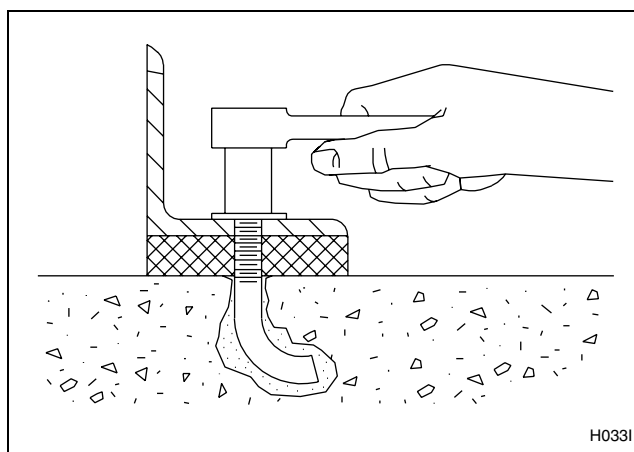

Figura 16
7. Si no desea aplicar lechada de cemento, coloque las arandelas y las tuercas de traba sobre los pernos en J y apriete las tuercas de traba con incrementos parejos, una después de la otra, hasta que todas estén apretadas de manera pareja y la máquina quede firmemente fijada al suelo. Consulte la *Figura 16*.